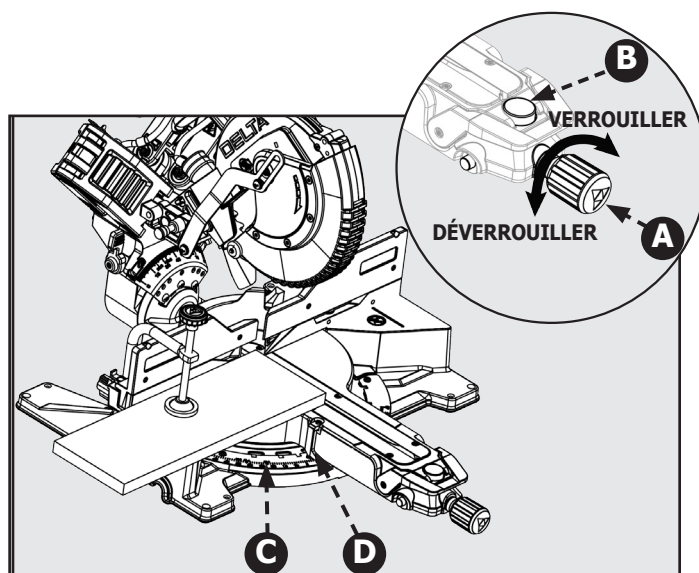

Figure 18
1. Voir figure 18
3. Desserrez la manette de verrouillage de l'onglet (A), utilisez votre pouce pour pousser le bouton de verrouillage de la détente de l'onglet (B) et réglez l'angle de l'onglet à 0°. Utilisez l'échelle (C) et l'indicateur (D) de l'onglet pour localiser la position du 0° de l'onglet.
4. Relâchez le bouton de détente de l'onglet (B) et serrez la manette de verrouillage de l'onglet (A). Assurez-vous que la scie est bien verrouillée en cette position.